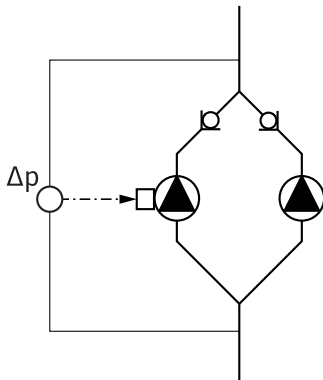

Fig. 13. Приклад. Під'єднання датчика перепаду тиску
- У наведеному на Fig. 13 прикладі головний насос розташований ліворуч у напрямку потоку. До цього насоса під'єднують датчик перепаду тиску.
Точки вимірювання датчика перепаду тиску головного насоса мають знаходитись у тій самій трубі-колекторі на всмоктувальній і напірній сторонах двонасосної установки (Fig. 13).